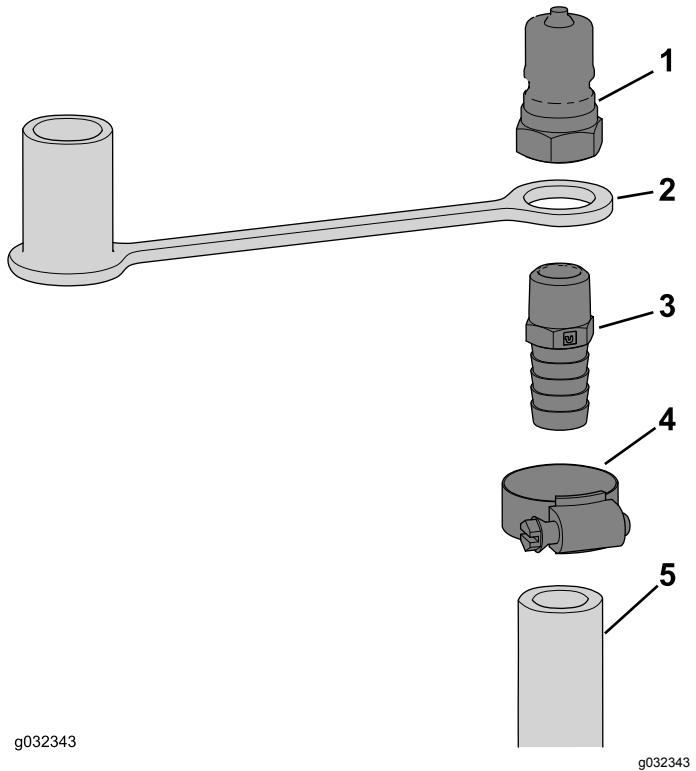

図 8
2. ストレートフィッティングのねじ山部分にダストプラグを入れる図 8。
3. ストレートフィッティング 3/8 NPT x 0.625 バーブをオスのカップラに取り付ける図 8。